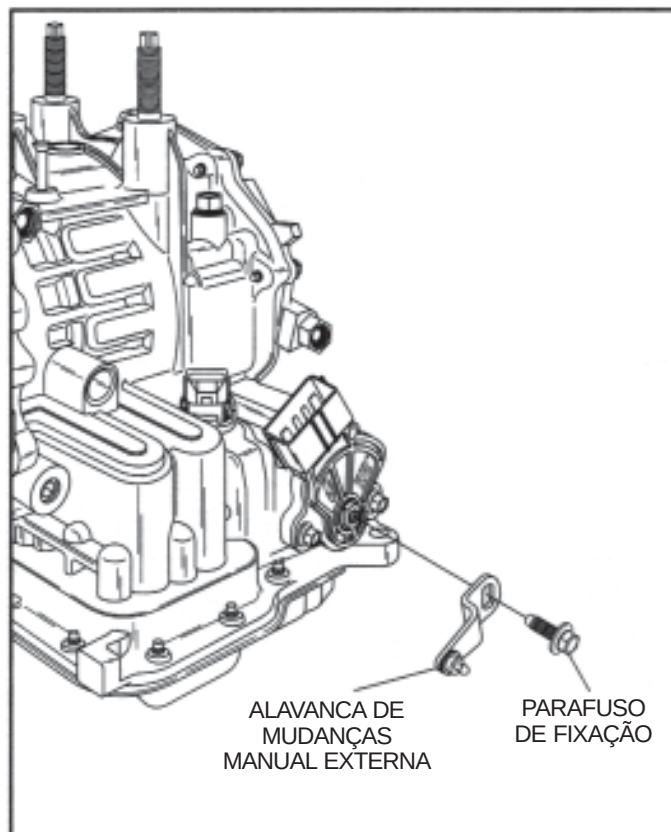

Figura 193
8. Instale a alavanca de mudanças manual externa e o parafuso, conforme ilustrado na Figura 193, e aperte o parafuso com torque de 13 N-m (10 ft.lb.).